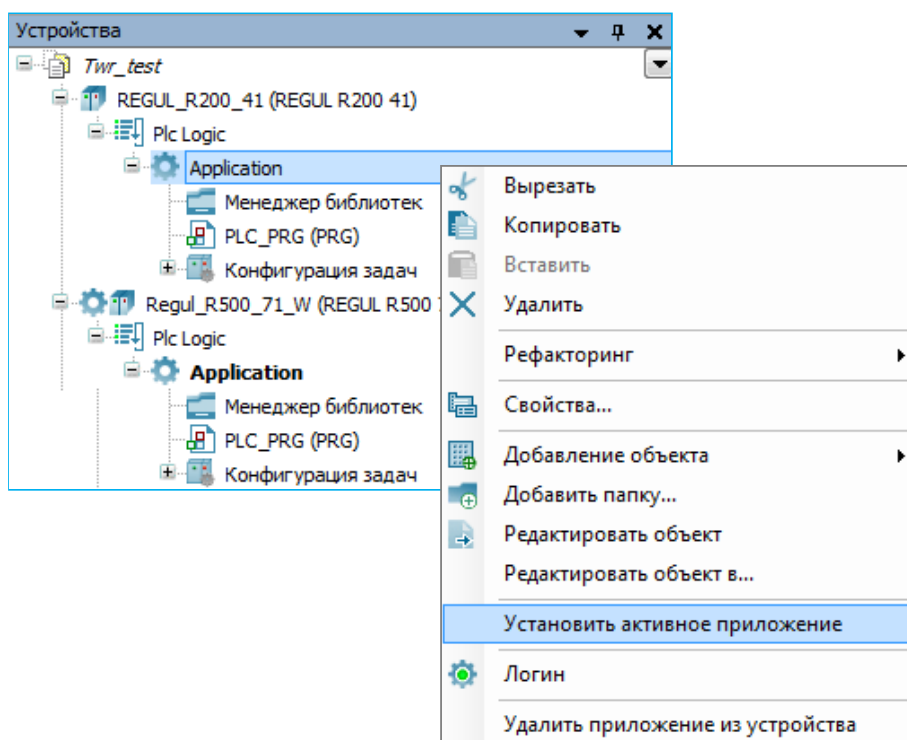

Рисунок 31 – Установка активного приложения
- приложение, с которым вы собираетесь работать, должно иметь состояние *Активное приложение*. Это устанавливается через контекстное меню, активное приложение будет выделено полужирным шрифтом (Рисунок 31).